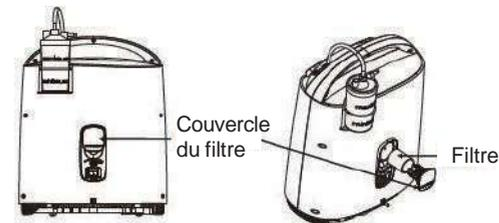

Figure 10 : Retirez le filtre
Le filtre à poussière doit être contrôlé (figure 10) lors de chaque vérification.
9. Remplacer le filtre à poussière du boîtier placé à l'arrière de l'appareil. (figure 10)